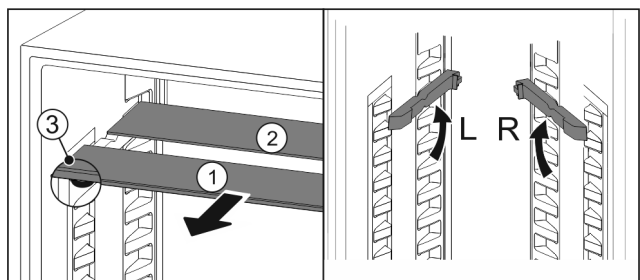

Fig. 47
- Glasplatten einzeln nach vorne herausziehen Fig. 47 (1).
- ▷ Glasplatte Fig. 47 (1) mit Zierleiste liegt vorne.
- ▷ Stopps Fig. 47 (3) zeigen nach unten.